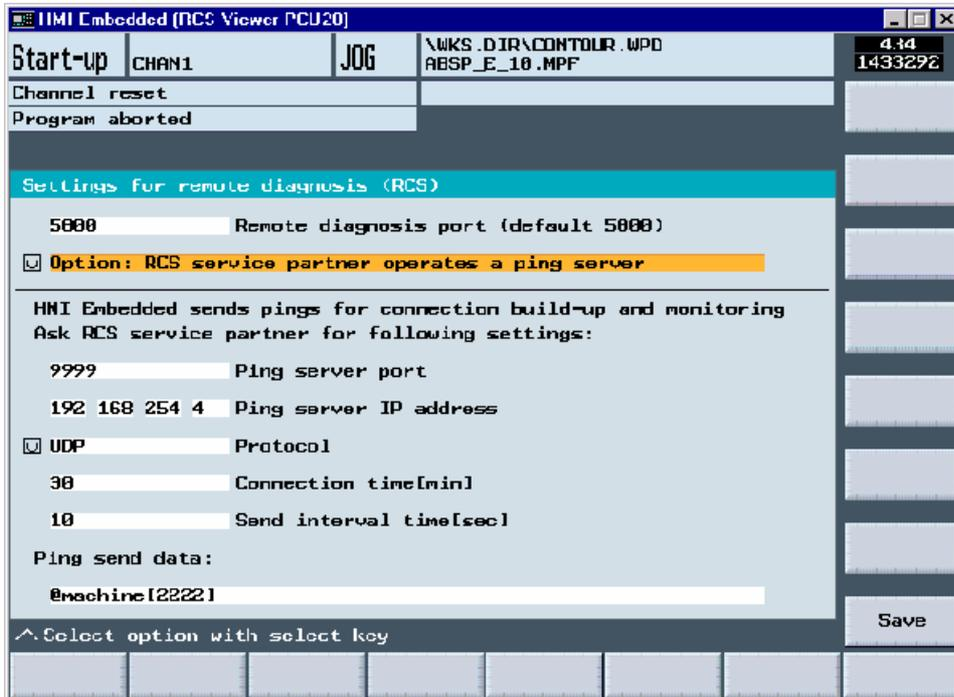

Figure 4-6 Paramétrage du serveur de connexion
2. Si le paramétrage par défaut du port de télédagnostic devait être modifié, par ex. du fait du paramétrage du pare-feu lorsque le port n'est débloqué que pour les paquets entrants, dans la fenêtre "RCS Viewer Embedded (Remote Control System)" (cf. figure 4-6), sélectionnez le bouton "Configuration". La fenêtre suivante s'affiche :